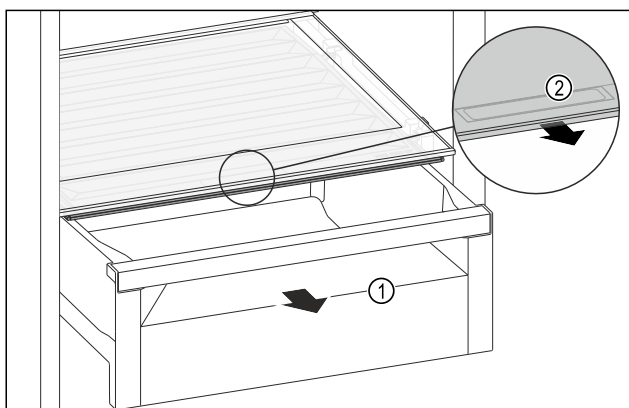

Fig. 137
- Tõmmake sahtel Fig. 137 (1) välja.
- Haarake laekakaanel haardesüvendist Fig. 137 (2) ja tõmmake laekakaant samaaegselt ettepoole välja.